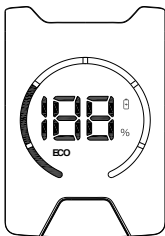

Abbildung 1
1. Drücken Sie den Einschaltknopf, und das Gerät schaltet standardmäßig in den niedrigen Modus. Auf dem Bildschirm wird das Wort „niedrig“ angezeigt. Gleichzeitig wird der Prozentsatz des Stroms angezeigt, der mit dem Batteriestatus des gesamten Geräts synchronisiert ist. (Siehe Abbildung 1)
4. Drücken Sie die Taste für die Geschwindigkeitsregelung erneut, um in den intelligenten Modus zu wechseln. Im intelligenten Modus passt die Maschine die Leistung der Maschine entsprechend der Staubkonzentration und der Bodenbürstenlast intelligent an, um den Anforderungen verschiedener Gelegenheiten gerecht zu werden; das Wort „AUTO“ wird auf dem Bildschirm angezeigt, und der Prozentsatz der elektrischen Menge, der mit dem Batteriestatus der gesamten Maschine synchronisiert ist, sowie das Symbolzeichen der elektrischen Menge werden angezeigt. Zu diesem Zeitpunkt zeigt das Verhältnis der Blende die Konzentration des absorbierten Staubs an, die niedrige Konzentration zeigt 1/3 Öffnung, die mittlere Konzentration zeigt 2/3 Öffnung und die hohe Konzentration zeigt die ganze Öffnung an. (siehe Abbildung 1, 2, 3 und 4)